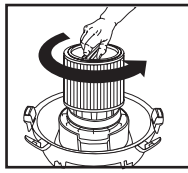

FIGURA 22
42. Para retirar el filtro para su limpieza, sostenga de nuevo la tapa del depósito y gire el retenedor del filtro en sentido contrario a las agujas del reloj para soltarlo y retirarlo. **FIGURA 22.**